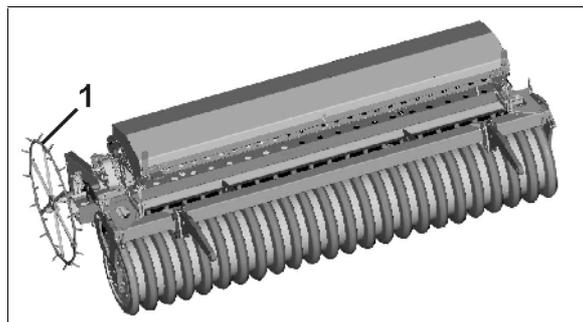

Fig. 28
6. Enfichez la roue d'entraînement et fixez-la avec la goupille (Fig. 28/3).